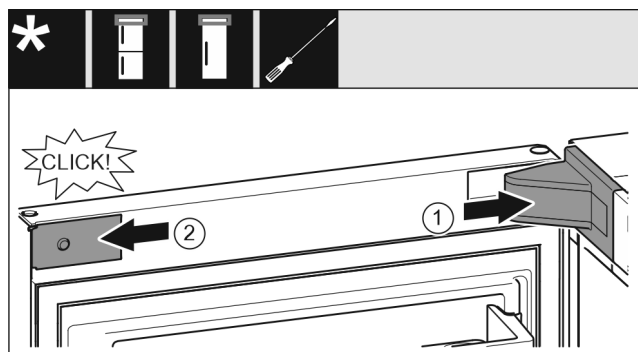

Fig. 22
- ▶ Așezați capacul suportului de lagăr Fig. 22 (1) și fixați în poziție, după caz, despărțiți cu precauție prin apăsare.
- ▶ Aplicați în lateral și fixați în poziție masca Fig. 22 (2).